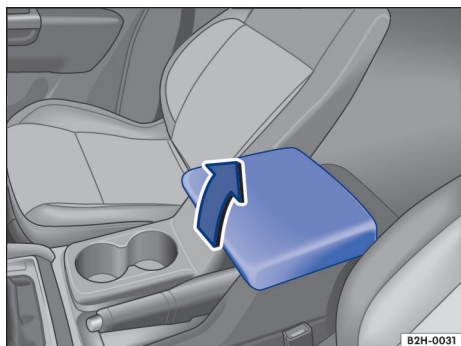

Fig. 119 Porta-objetos no descansa-braço central dianteiro.
- Levantar o descansa-braço totalmente para cima no sentido da seta → Fig. 119.
- Conduzir o descansa-braço para baixo contra o sentido da seta → Fig. 119.